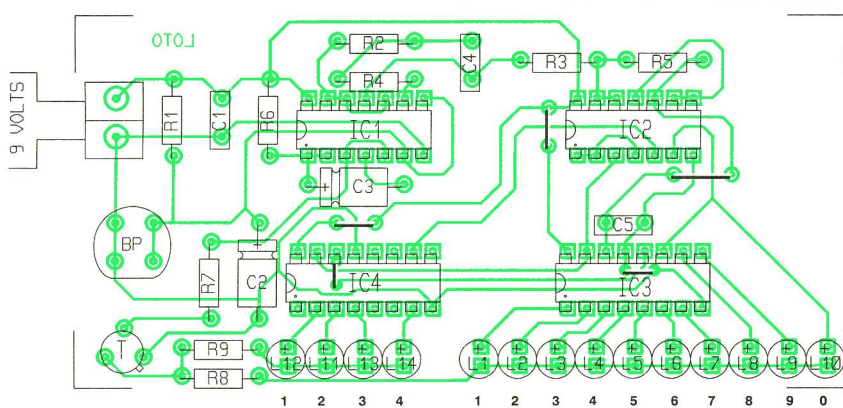

Fig 3
Afin de limiter les émissions secondaires, on place entre l'anode et la grille-écran une troisième grille appelée « supresseur » ; elle aura de grandes mailles et son potentiel sera celui de la cathode. Notons que le supresseur est souvent relié directement à la cathode. En ajoutant le supresseur à la tétrode, nous créons la penthode, lampe dotée de cinq électrodes (voir la **figure 3**).
► module est à rincer abondamment dans de l'eau tiède. Toutes les pastilles sont à percer à l'aide d'un foret de 0,8 mm de diamètre. Les trous destinés à recevoir le bouton-poussoir et le bornier sont à agrandir à 1 mm. La **figure 3** indique le plan d'implantation des composants. Il convient d'apporter un soin tout à fait particulier dans le respect de